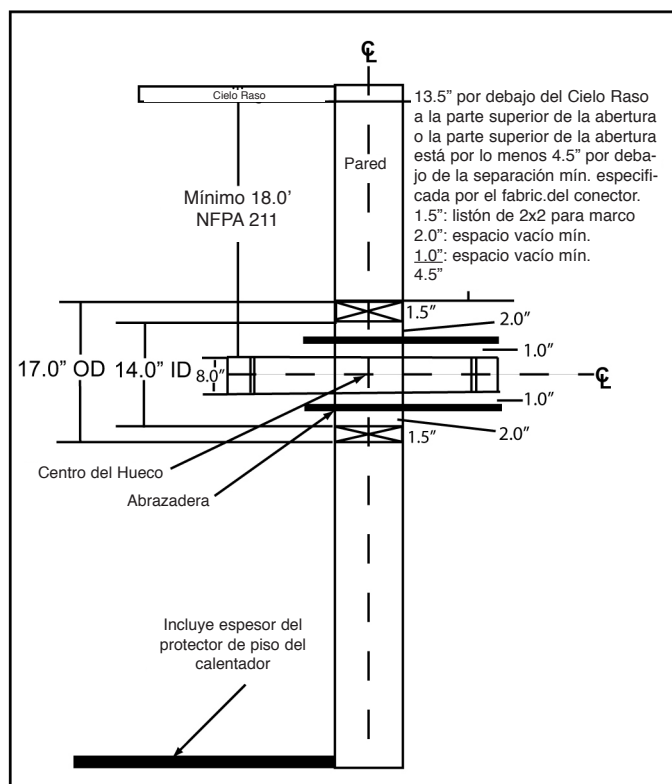

Figura 6.1
1. Abra la pared interior a la altura apropiada para que el conector de chimenea penetre en la chimenea de mampostería. **Figura 6.1.**
3. Construya un marco con medidas externas de 17 pulg.x 17 pulg. (432mm x 432mm) a partir de un listón para marco de 2 x 2, de tal manera que concuerde con la abertura en el muro. La abertura interior del marco no debe ser menor de 14 pulg. x 14 pulg. (356mm x 356mm). Figura 6.1.